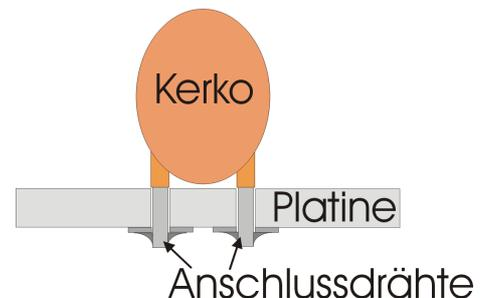

Abbildung 3: Kerko Bestückt
- Keramik-Kondensatoren sind häufig sehr spröde und brechen daher leicht, somit dürfen diese nicht extrem gebogen werden, was eine aufliegende Bestückung meist erschwert. Es wird einfach wie in Abbildung 3 verfahren.